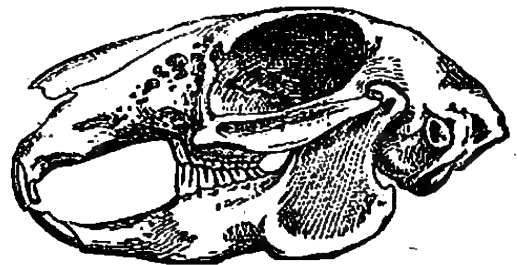

Fig. 184. — Crâne de rongeur (lapin).
7. Les rongeurs (fig. 184) n'ont pas de canines, mais à chaque mâchoire de longues incisives taillées en biseau. — Leurs molaires, semblables à celles des herbivores, ont une couronne aplatie, mais garnie de replis sinueux, et leur ensemble